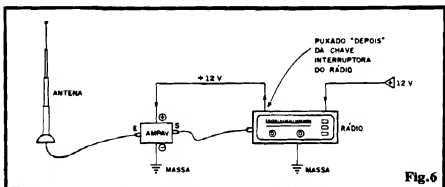

Fig. 6
- FIG. 6 - VISÃO GERAL DA INSTALAÇÃO - Embora já deva ter ficado mais do que claro o assunto, o diagrama "dá uma geral" na instalação do conjunto formado por antena/AMPAV/rádio, mais a respectiva cabagem de inter-conexão... Norem que (conforme já havíamos citado...) fica mais "elegante" puxar a alimentação positivada AMPAV diretamente da própria chave "liga-desliga" (normalmente incorporada ao potenciômetro de VOLUME, mas não forçosamente...) do rádio, de modo que, ao ser este ligado, também o é o AMPAV... Quem não quiser abrir o rádio pa-
Nenhum tipo de ajuste será necessário: é ligar a energia do conjunto, e... experimentar... Para comprovar a ação do AMPAV, inicialmente o sistema de antena/cabo/rádio poderá ser recomposto (pela simples re-colocação do plugue/jaque originais nos seus lugares...), buscando-se a sintonia de uma estação de FM bem fraca e "difícil"... Em seguida (sem mexer nos controles de sintonia do rádio), o sistema com o AMPAV intercalado deve ser estabelecido (conforme fig. 6) para se verificar o ganho real de sinal obtido (em muitos casos não serão verificadas sensíveis melhoras...).
O AMPAV permite, também, "fugir" dos "marditos" arrancadores e entortadores de antena...! Basta instalar uma pequena antena interna, junto a um dos vidros do veículo (a dita antena interna não pode ficar "bloqueada" pela estrutura metálica do carro, caso contrário o sinal simplesmente "não entrará"... ) e fazer o sistema conforme fig. 6... Nesse caso, muito provavelmente não haverá grandes "reforços" nos sinais fracos... No entanto, o rádio conseguirá "pegar" bem as estações costumeiras, mesmo sem usar aquela varetona telescópica "lá fora", à disposição dos vândalos de plantão...